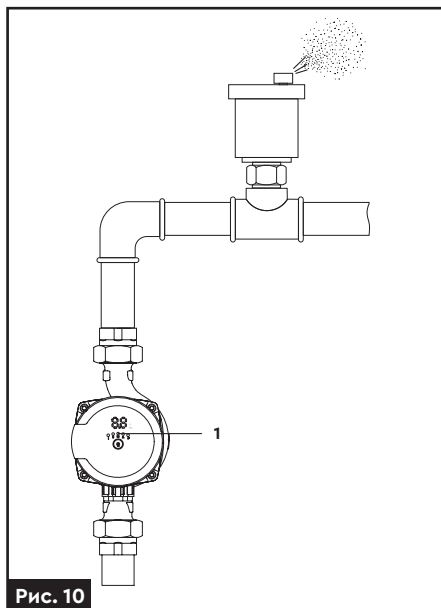

Рис. 10
2. За допомогою короткочасного натискання кнопки **(1) (рис. 10)** встановіть швидкість **III**.